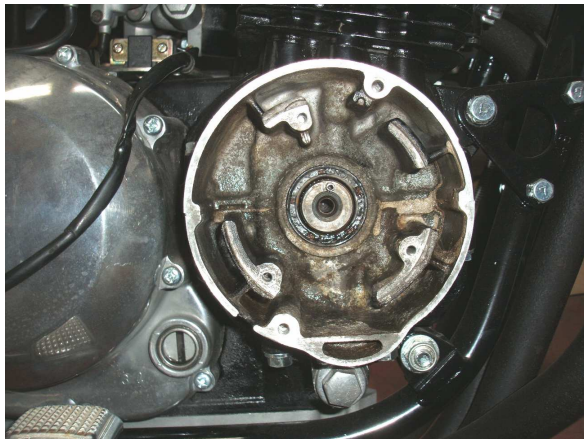

図1、ポイント／ガバナを外した状態
- ①エンジン右ポイントカバーを外し、ポイント(プレート共)又はノーマルピックアップコイル、及びガバナーを外して下さい(図1)。